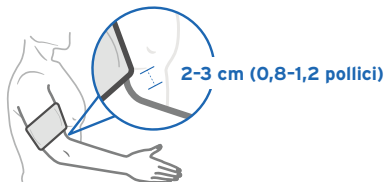

Fig. 1.2
3. Avvolgere il bracciale intorno alla parte superiore del braccio sinistro, con il cavo dell'aria nella parte interna del braccio. Il tubo in gomma dovrebbe essere posizionato nella parte interna del braccio e puntare in basso verso la mano. Posizionare il bordo inferiore del bracciale a circa 2-3 cm (0,8-1,2 pollici) sopra il gomito. [Fig. 1.2] Il simbolo , situato sull'orlo del bracciale, deve essere sistemato sopra l'arteria che scende lungo la parte interna del braccio.